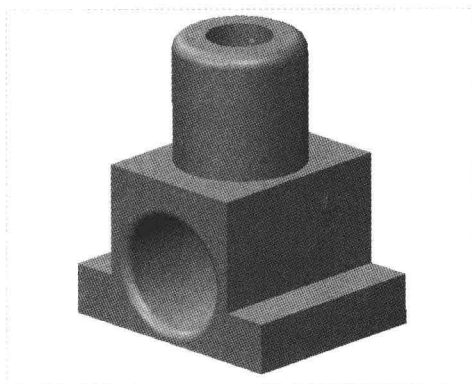

图 16-14 创建倒圆角特征 2
Step 04 单击“应用并保存在工具中所做的所有更改，然后关闭工具操控板”按钮，完成倒圆角特征的创建，如图 16-14 所示。